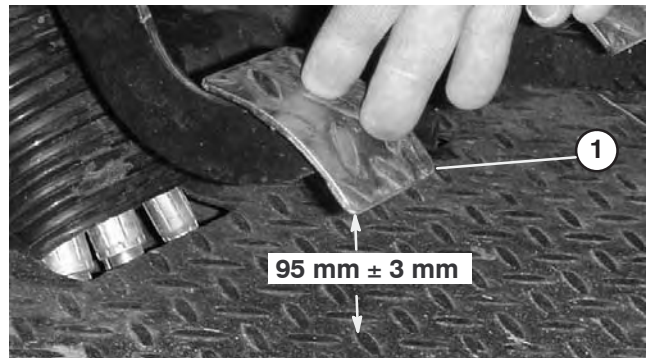

Figure 63
3. Réglez les écrous de blocage et/ou la rotule jusqu'à ce que le bord inférieur arrière de la pédale d'embrayage soit à $95 \text{ mm} \pm 3 \text{ mm}$ du haut du plancher quadrillé quand une force de 18 N est appliquée sur la pédale (Fig. 63).